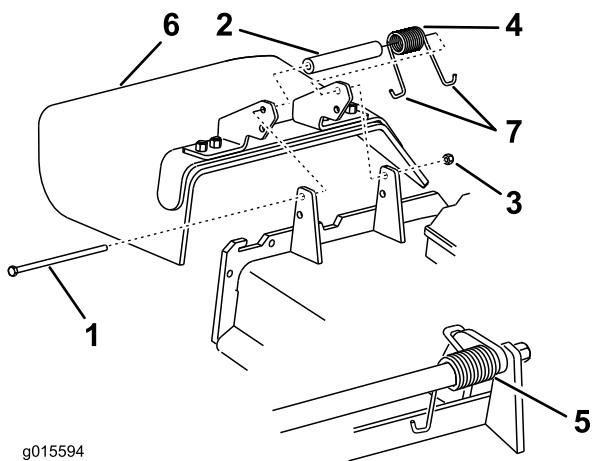

Figure 72
1. Retirez le contre-écrou, le boulon, le ressort et l'entretoise qui fixent le déflecteur aux supports de pivot (Figure 72). Enlevez le déflecteur s'il est endommagé ou usé.
**Remarque:** Prenez soin de placer une extrémité en J du ressort derrière le bord du tablier avant de mettre le boulon en place, comme illustré à la Figure 72.
3. Remettez le boulon et l'écrou. Accrochez l'extrémité en J du ressort au déflecteur d'herbe (Figure 72).